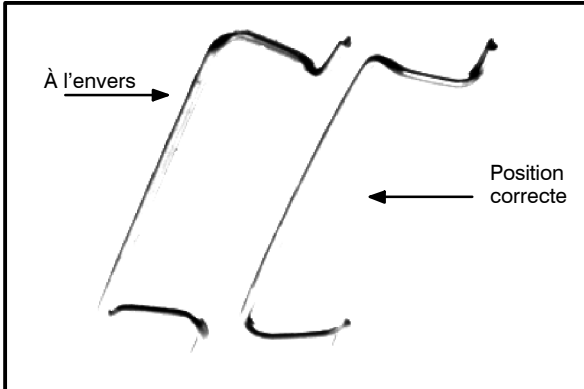
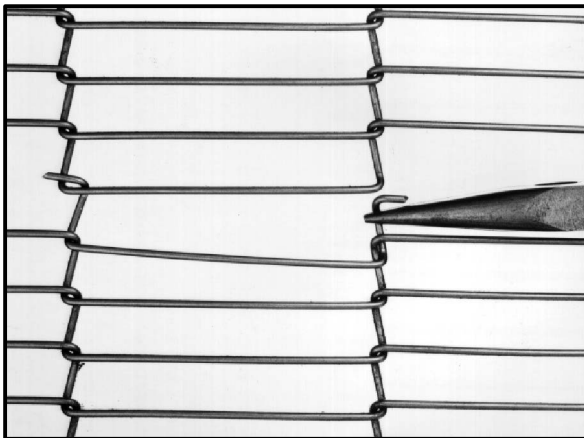

Figure 12
Figure 13
4. Installez les liaisons principales internes. Reportez-vous aux Figure 12 et Figure 13.